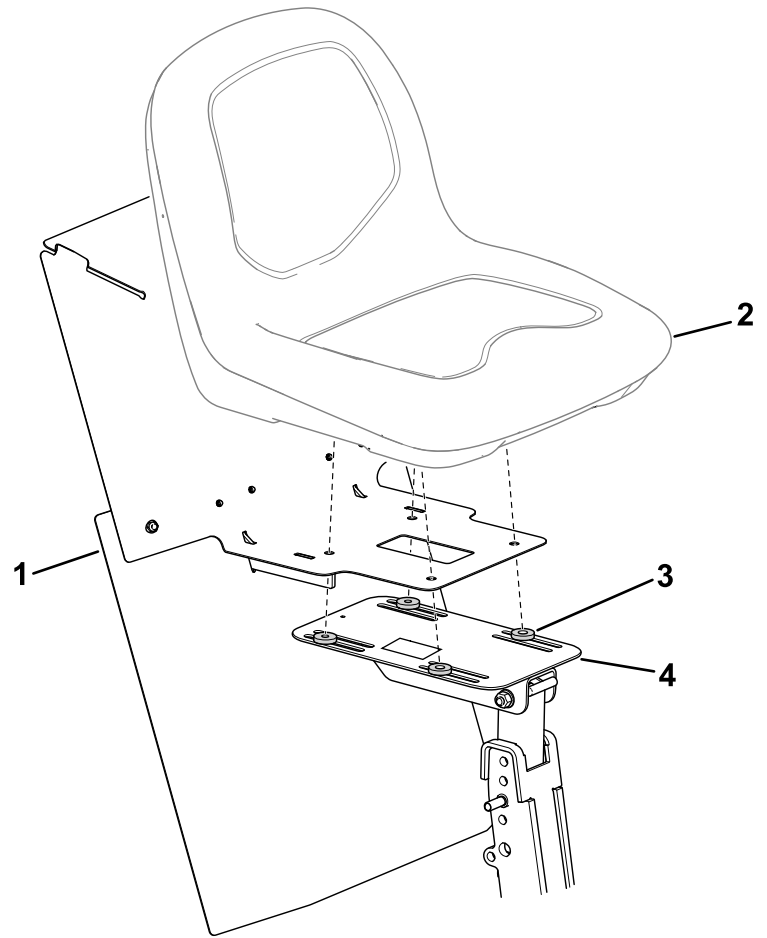

Figura 17
3. Coloque los espaciadores, el protector térmico y el asiento en el soporte del asiento (Figura 17).